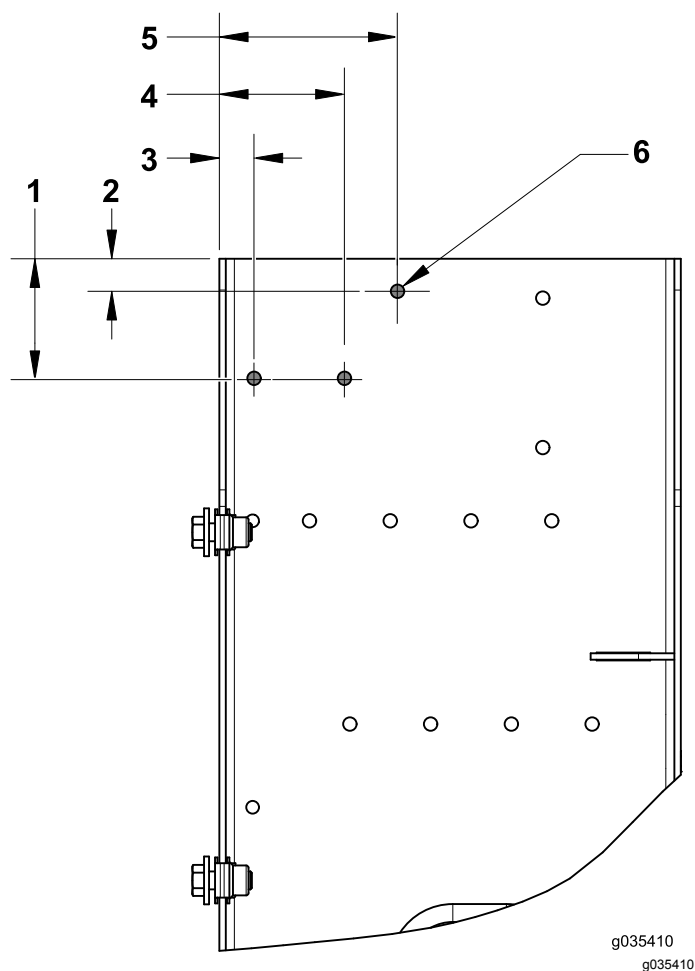

Figure 6
- Localisez et percez les trous suivants du porte-fusibles et le relais (Figure 6).